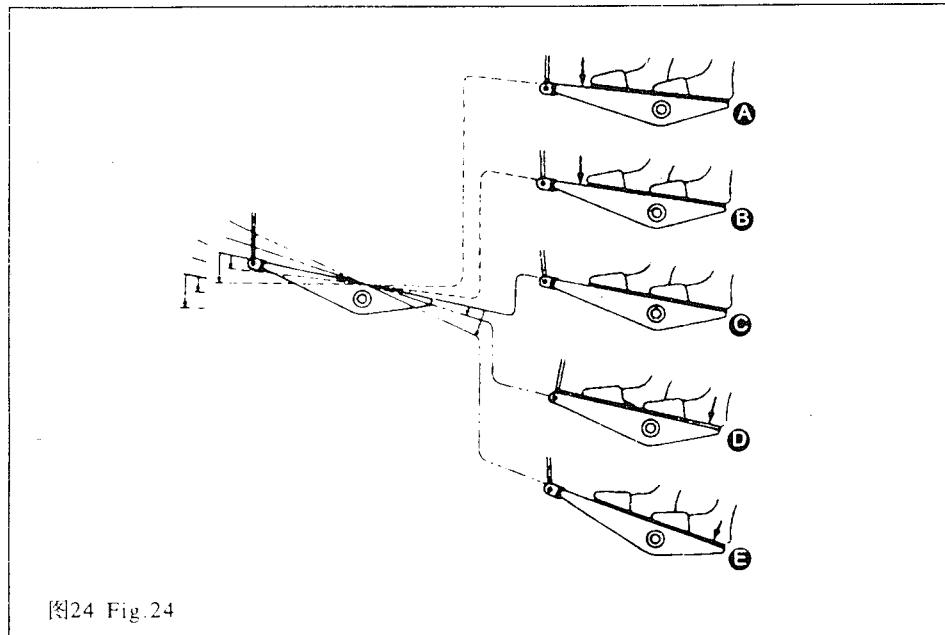

图24 Fig. 24
18. 踏板操作(图24)
18. PEDAL OPERATION (Fig. 24)